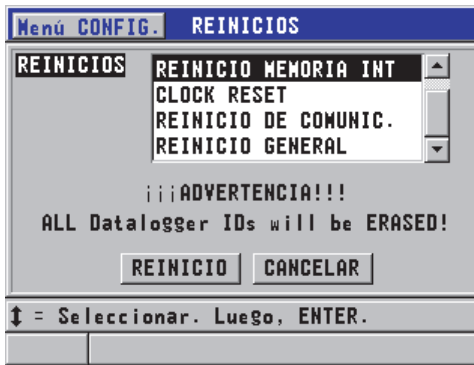

Figura 6-33 Mensaje de advertencia al reinicializar las mediciones
2. En la pantalla **REINICIOS** (véase la Figura 6-33 en la página 131):